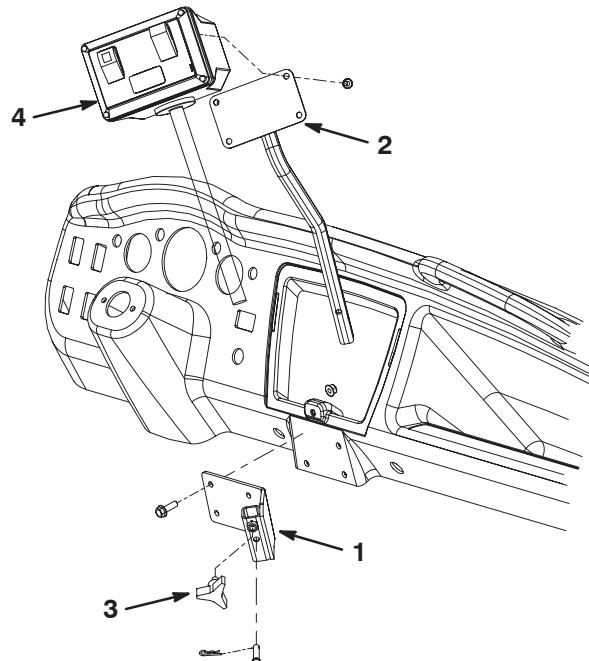

Figura 9
1. Montate il gruppo ricevente sulla plancia del veicolo Workman con quattro viti a testa cilindrica e dadi da 5/16-18 x 1 poll. Collocate i componenti come illustrato nella Figura 9.